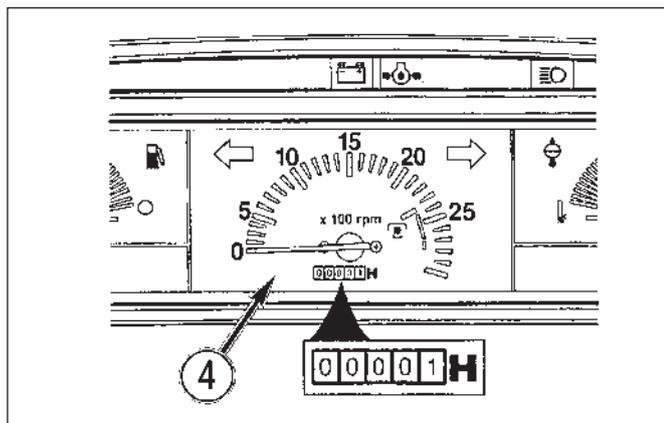

FIG. 4-8
**FIG. 4-8:** L’échelle du cadran, 4, indique le régime moteur en tours par minute (t/min) du vilebrequin. L’index montre aussi la vitesse de la prise de force arrière de 540 t/min env. pour 2300 t/min du moteur.